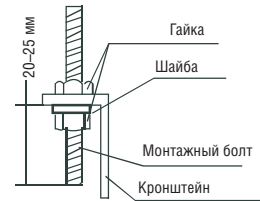

Рис. 5-12
- Установите кронштейн для навешивания на болт для подвески (см. рис. 5-12).